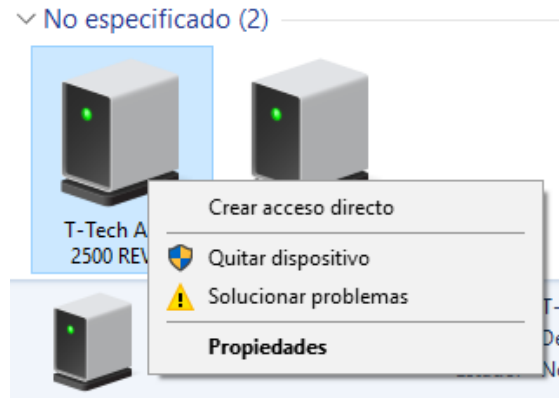

Figura 22. Dispositivo “T-Tech AMC 3500 REV H” con signo de advertencia.
- ✓ El dispositivo “**T-Tech AMC 3500 REV H**” se visualiza con un signo de advertencia amarillo refiérase a la figura 22.